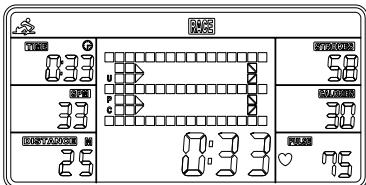
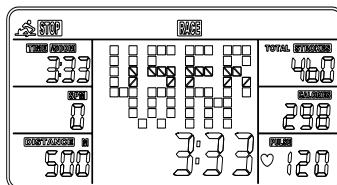

Fig. 6
Fig. 7
A. Premere il pulsante START per iniziare e STOP scomparirà. USER e PC vengono visualizzati nella matrice (Fig. 6). Il misuratore si fermerà quando l'utente o il misuratore avrà raggiunto la distanza di gara impostata. A quel punto, la matrice visualizza "PC WIN" o "USER WIN" (Fig. 7).